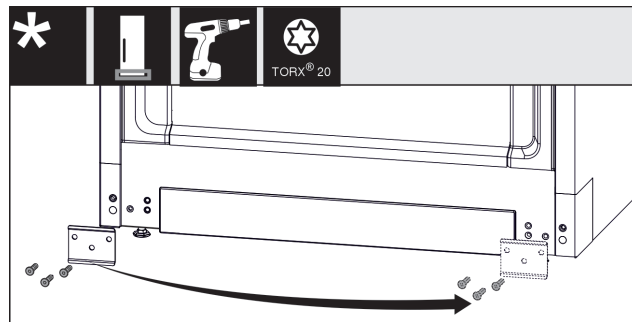

Fig. 19
- ▶ Ξεβιδώστε το έλασμα Fig. 19 (1), μεταφέρετε το στην άλλη πλευρά και βιδώστε το ξανά.